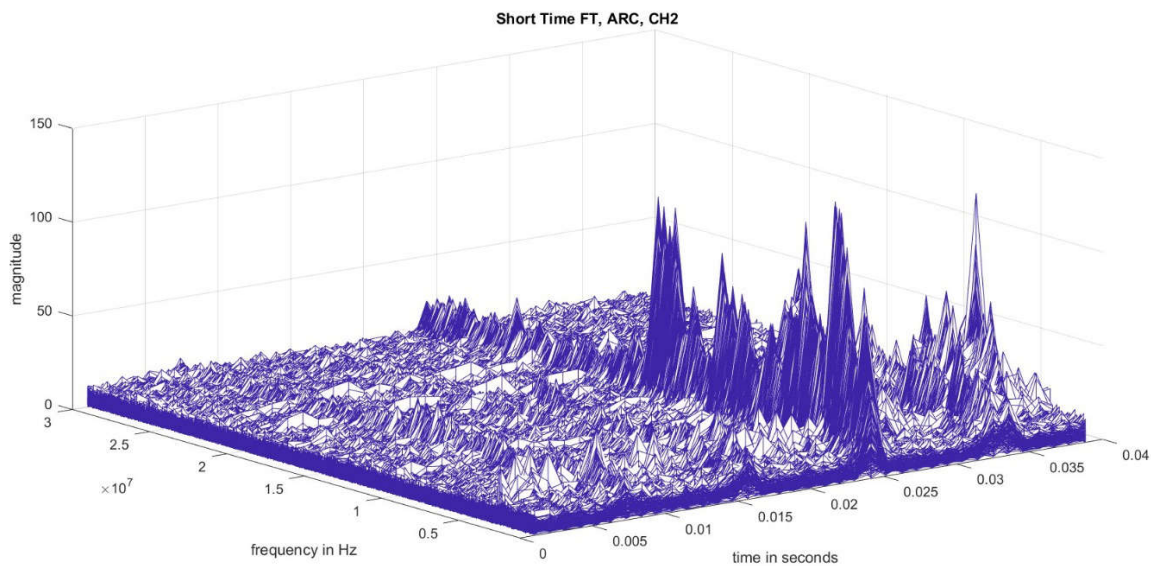

図 2. アーク放電のある真空モーター
**図 2** に、アークが連続する真空モーターを示します。**8.3** ミリ秒 (**60Hz** の半周期) ごとに、アーク発火から顕著なピークが生じる一方、ベースのノイズ レベルはわずかに高くなっています。この場合、ノイズフロアは電流の測定に使用するプローブからのものです。次のセクションでは、アーク検出用のログ検出器を使用してこの高いピーク ノイズと低レベルのベース ノイズを抽出する回路の明確な設計を示します。